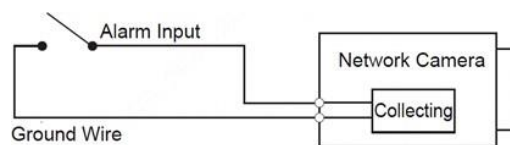

Figura 1-2 Ingresso allarme
1. Collegare l'ingresso allarme del dispositivo all'ingresso allarme della porta I/O, vedere Figura 1-2.